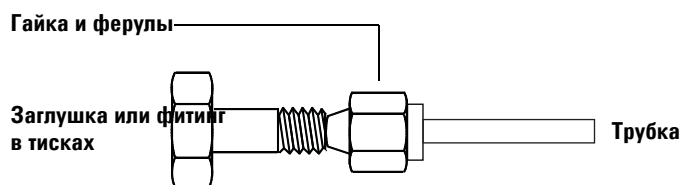

Рис. 9 Сборка фитинга
- 3** Вставьте трубку в заглушку из нержавеющей стали (Рис. 9).